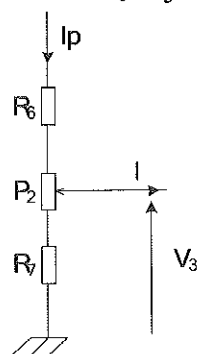

Figure 6.3a
- Le zéro sera réglé par le pont diviseur (figure 6.3a) constitué par R_6 , P_2 et R_7 en se fixant V_3 ajustable entre $\pm 5\%$ de la valeur de V_3 déjà calculée. Calculer R_6 , R_7 et P_2 .